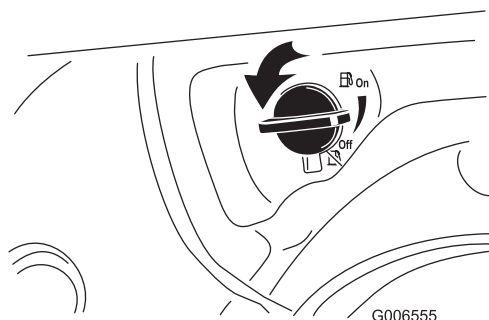

**Figure 23**
3. Insérez la clé de contact dans le commutateur d'allumage (Figure 23).